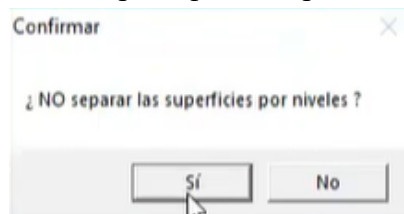

Figura 412. Separación de superficies por niveles.
44. En la última ventana, presionar “Sí” para que no separe las superficies. Figura 412.